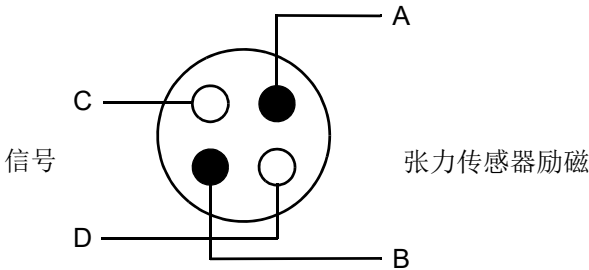

图 2-2. 张力传感器电缆的线芯布置
- 连接张力传感器的电缆**必须是耐用的四芯电缆**、请参见图 2-2。